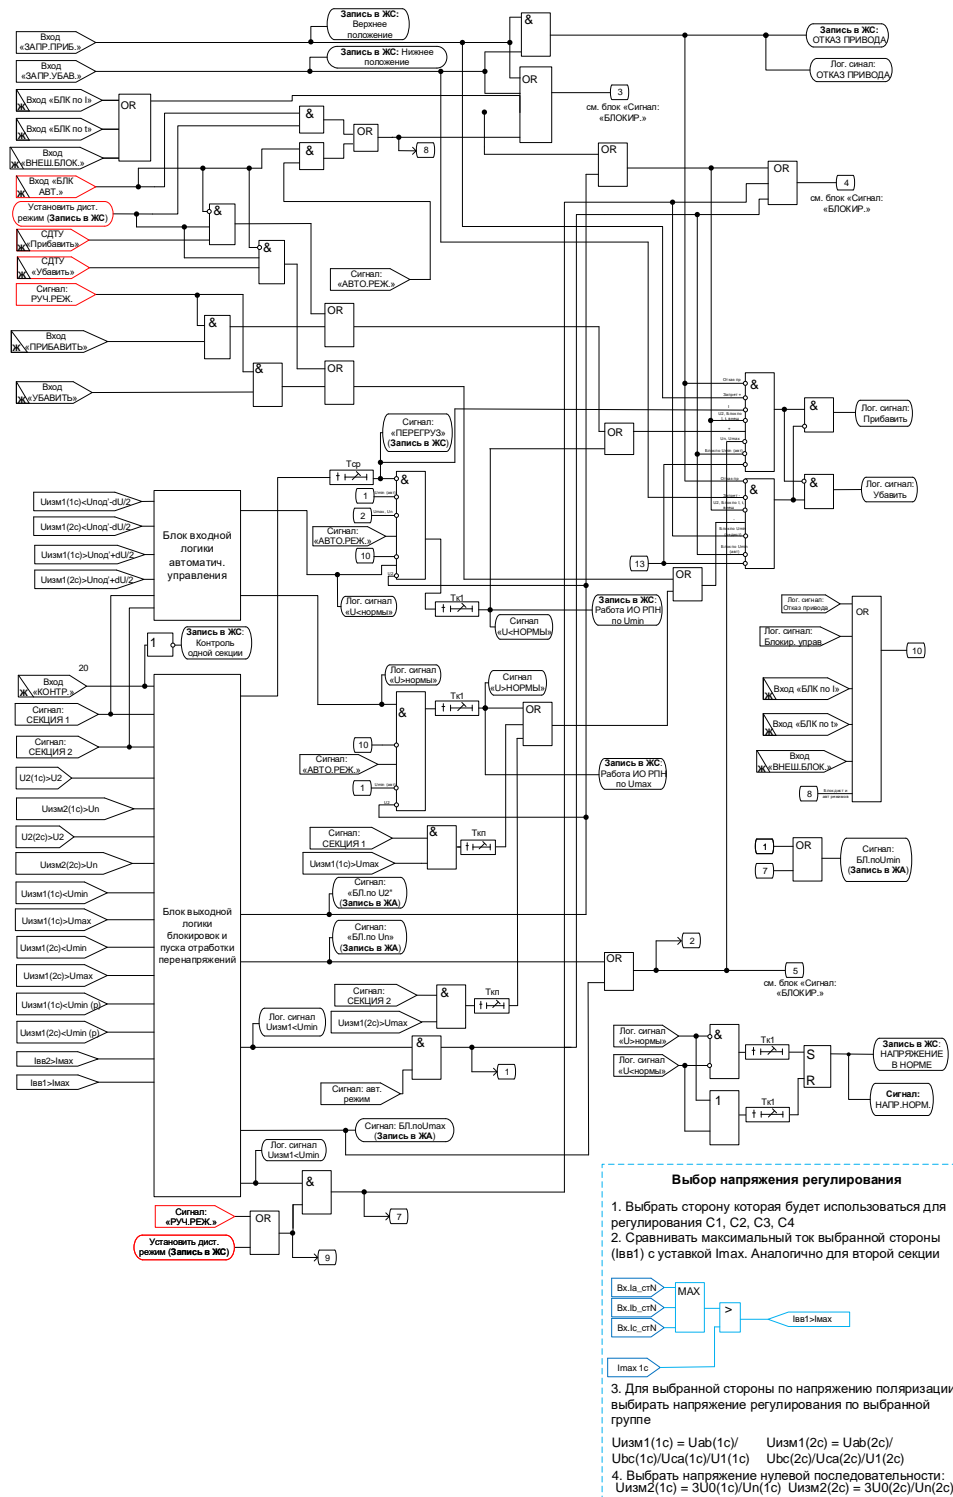
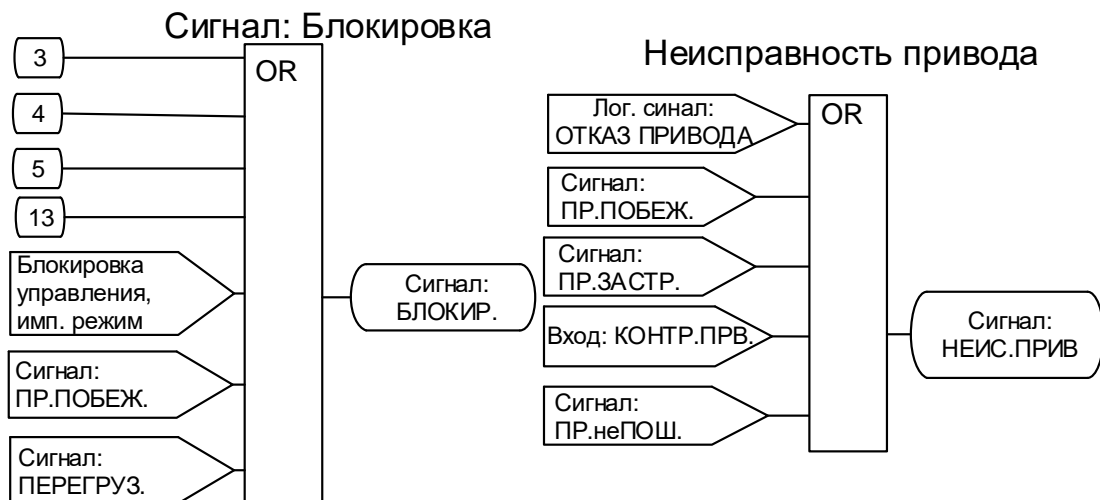

Рисунок 6.90 – Логика формирования сигналов управления
Рисунок 6.97 – Логика формирования сигналов «блокировка» и сигнала «неисправность привода»
Блокировки. Наличие любого сигнала внешней блокировки («**ВНЕШ. БЛОК.**», «**БЛК по I**», «**БЛК по t**») запрещает формирование команд «**ПРИБАВИТЬ**» и «**УБАВИТЬ**» (см. рис. 6.90), формируется сигнал «**БЛОКИР.**» (см. рис. 6.97). При снятии сигналов внешней блокировки пропадает сигнал «**БЛОКИР.**», разрешается регулирование.
Если обнаружен сигнал от нижнего концевого выключателя (на входе «**ЗАПР.УБАВ**»), то запрещается выдача команды «**УБАВИТЬ**», формируется сигнал «**БЛОКИР.**» (см. рис. 6.97). При снятии сигнала от концевого выключателя снимается сигнал «**БЛОКИР.**».
Если обнаружен сигнал от верхнего концевого выключателя (на входе «**ЗАПР.ПРИБ**»), то запрещается выдача команды «**ПРИБАВИТЬ**» (см. рис. 6.90), формируется сигнал «**БЛОКИР.**» (см. рис. 6.97). При снятии сигнала от концевого выключателя снимается сигнал «**БЛОКИР.**».
При одновременном наличии сигналов на дискретных входах «**ЗАПР.ПРИБ**» и «**ЗАПР.УБАВ**» регулировка напряжения полностью запрещается, формируются сигналы «**БЛОКИР.**», запись в ЖС «Отказ привода», «**СИГН.РПН**». Регулятор деблокируется, когда будут сняты оба сигнала (см. рис. 6.90; 6.96; 6.97).
Внутренняя блокировка по току. Если в регулируемой секции ток ввода $I_{вв} > I_{мах}$, то через время контроля перегрузки по току $T_{ср}$ запрещается выдача команды «ПРИБАВИТЬ», формируется сигнал «БЛОКИР.», формируются длительный сигнал «ПЕРЕГРУЗ» и импульсный сигнал «СИГН.РПН» (см. рис. 6.90). Сигналы «БЛОКИР.» и «ПЕРЕГРУЗ» сбрасываются, когда ток уменьшается ниже $0,95 I_{мах}$. Ток $I_{вв}$ - максимальный фазный ток регулируемой секции.
Внутренняя блокировка по U_2 предназначена для блокировки управления РПН при перегорании предохранителя в цепях ТН. Если в регулируемой секции напряжение U_2 превышает уставку, то регулирование запрещается, формируется сигнал «БЛОКИР.» (см. рис. 6.90 и 6.97). При снижении напряжения ниже 98% порогового значения пропадает сигнал «БЛОКИР.», разрешается регулирование.
Работа при достижении U_{min} . Если в регулируемой секции в автоматическом режиме управления действующее значение напряжения меньше U_{min} , то запрещается регулирование, формируется длительный сигнал «БЛОКИР.» и импульсный сигнал «СИГН.РПН» (см. рис. 6.90; 6.96 и 6.97). При повышении напряжения выше $1,02U_{min}$ сбрасывается сигнал «БЛОКИР.», разрешается регулирование.
В ручном или дистанционном режимах управления при снижении действующего напряжения регулируемой секции меньше $U_{min}(p+d)$, запрещается формирование команды «УБАВИТЬ», формируется длительный сигнал «БЛОКИР.» и импульсный сигнал «СИГН.РПН» (см. рис. 6.90; 6.96 и 6.97). При повышении напряжения выше $1,02U_{min}(p+d)$ сбрасывается сигнал «БЛОКИР.», разрешается формирование команды «УБАВИТЬ».
- запрещается выдача команды «ПРИБАВИТЬ», формируются длительные сигналы «БЛОКИР.» и «СИГН.РПН» (см. рис. 6.90; 6.96 и 6.97);
Контроль двух секций. Если контролируются обе секции (установлен сигнал «КОНТР.») и обнаружено превышение условия в любой из двух секций («ПЕРЕГРУЗ»), то формируются длительные сигналы «БЛОКИР.» и «СИГН.РПН» и блокируется выдача соответствующей команды управления (см. рис. 6.90; 6.96 и 6.97).
то запускается таймер Тк1 (задержка формирования первичной команды на управление приводом). Спустя время Тк1 формируется сигнал «U<НОРМЫ» и запускается логика формирования сигнала «ПРИБАВИТЬ» (см. рис. 6.90).
Программа понижения напряжения. Если выполняется условие (6.5), то запускается таймер Тк1 (задержка формирования первичной команды на управление приводом). Спустя время Тк1 формируется сигнал «U>НОРМЫ» и запускается логика формирования сигнала «УБАВИТЬ» (см. рис. 6.90).